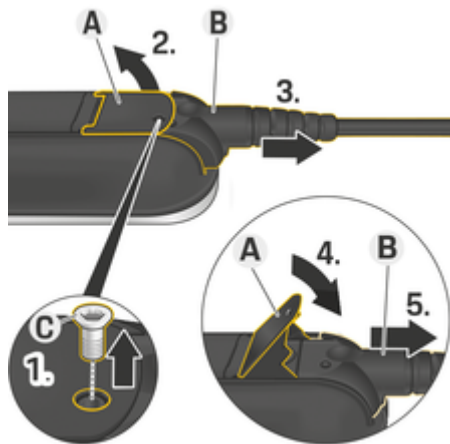

図. 108 ケーブルの切り離し
1. 適切なツールを使用して、スクリュー **C** (図. 108) を取り外します。
2. リフトレバー **A** (図. 108)。
3. 抵抗を感じる所までプラグ **B** (図. 108) を引き出します。